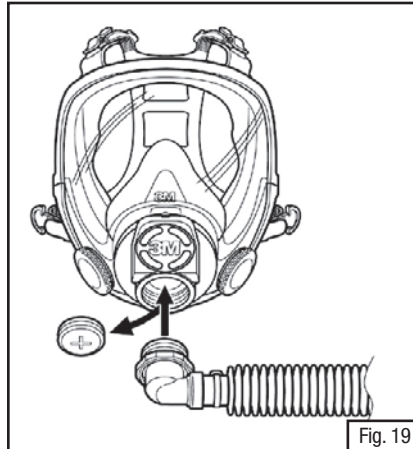

Fig. 19
3. Atornille la entrada para tubo de respiración en la salida PAPR (Fig. 19). PARA ASEGURARSE QUE EL TUBO DE RESPIRACIÓN ESTÉ FIJO Y ANEXO, NO INTENTE CONECTARLO MIENTRAS LA PIEZA FACIAL ESTÉ EN USO.